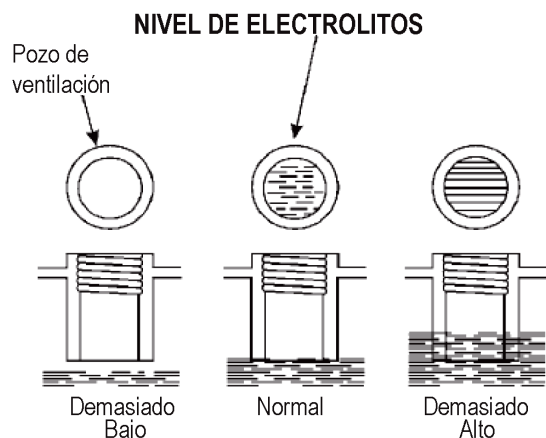

Figura 42. Niveles del fluido de la batería.
*Verifique la batería regularmente y asegúrese que cada nivel de electrolitos este al fondo del pozo de ventilación (Figura 42). De ser necesario añada únicamente agua destilada en un área bien ventilada.